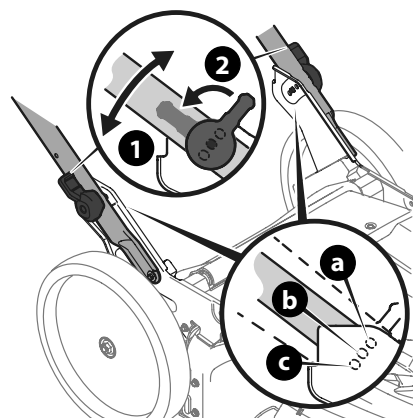

Figura 5
8. Coloque la manija en una de las tres posiciones de altura, alta (a), mediana (b) o baja (c), que se encuentran en los soportes de la manija (Figura 5).
9. Gire las palancas de ajuste de la manija hasta que estén paralelas a la manija para trabar las chavetas en una de las posiciones de altura de la manija en el soporte de la manija (Figura 5).